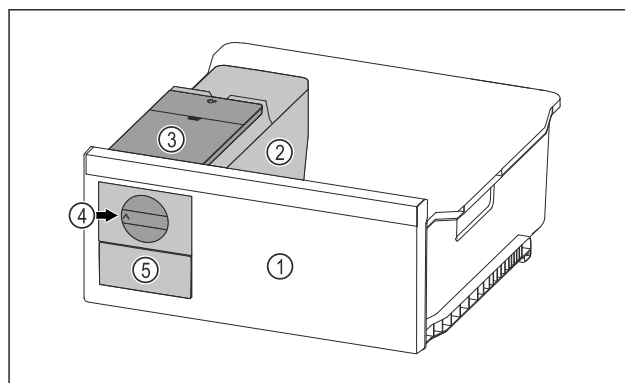

Fig. 66 Primjer izgleda
- ▶ Okrenite okretni gumb Fig. 66 (4) u smjeru kazaljki na satu do graničnika.
- ▶ Kockice leda padaju iz posude za kockice leda u ladicu za kockice leda Fig. 66 (5).